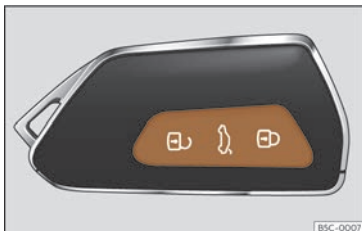

Fig. 84 Clau per control remot: teclès.
- Bloquejar: premeu el botó  >>> fig. 84.